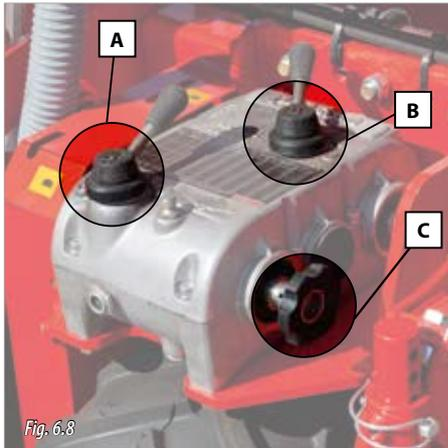

Fig. 6.8
- 2- Spostare la leva "A" (Fig. 6.8) nella posizione desiderata e girare la ruota (C, Fig. 6.8) nella direzione di marcia fino a quando non avviene questo cambio, altrimenti è possibile ruotare la ruota motrice con il piede nella direzione di marcia. Ripetere l'operazione con la leva "B".